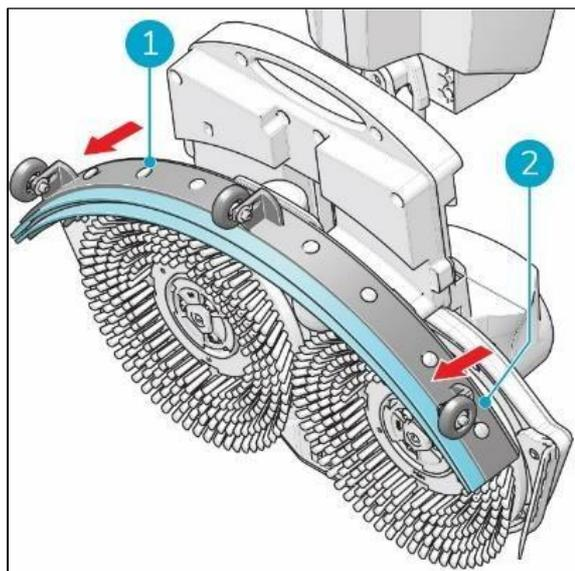

Figura 24
3. Tirare il lato sinistro del tergipavimento per rimuoverlo (figura 24, punto 1).
4. Tirare il lato destro del tergipavimento per rimuoverlo (figura 24, punto 2).